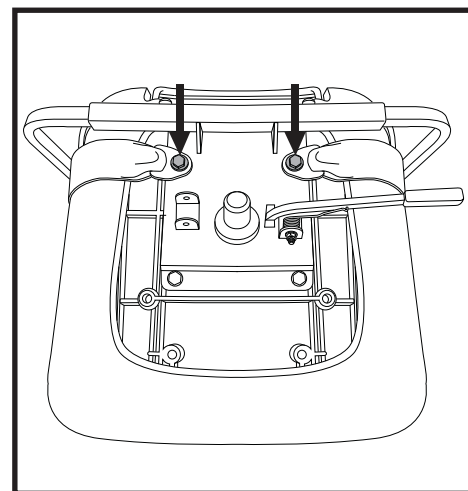

Abb. 28. Befestigungsschrauben des Rückhaltégurtes
2. Sitz umdrehen, um die Unterseite einzusehen. **Siehe Abb. 28.**